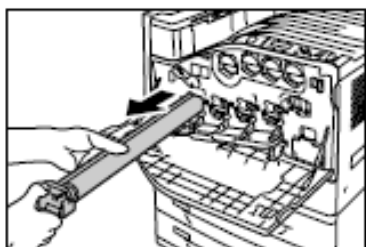
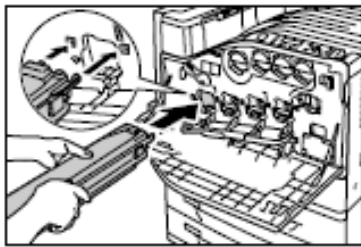

图 2-56 拉出感光鼓
图 2-57 感光鼓两端插入孔中
④ 握住显示屏消息中所示的感光鼓手柄，小心地将感光鼓拉出，如图 2-56 所示。
⑤ 将用过的感光鼓插入新感光鼓附带的塑料袋中。安装好新感光鼓后，将旧感光鼓放到装新感光鼓的盒中。
⑥ 将新感光鼓两端的突起（有保护膜）插入打印机的两个孔中，如图 2-57 所示。